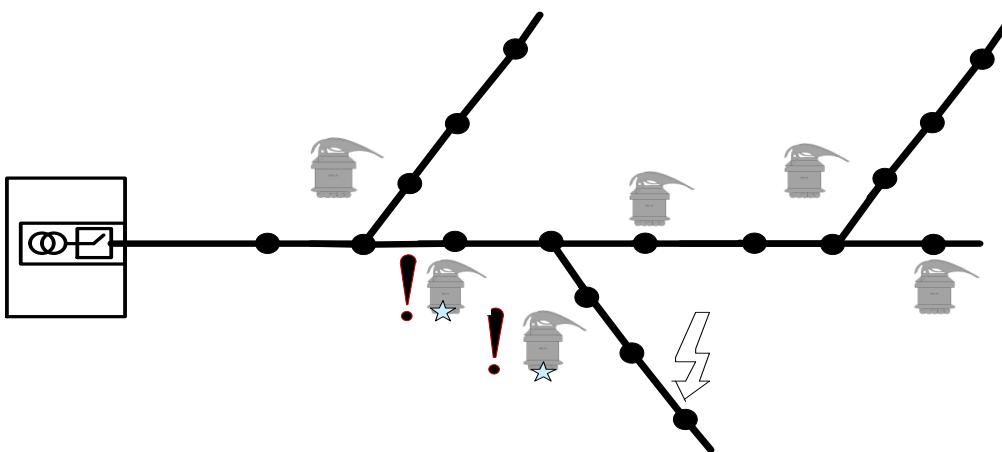

Рисунок 13 – Установка комплектов на линии с длинным стволовом и длинными ответвлениями.
- на линии с длинным стволов и длинными ответвлениями комплекты устанавливаются в начале контролируемых ответвлений и за местом разветвления, на ближайших промежуточных опорах (Рисунок 13).